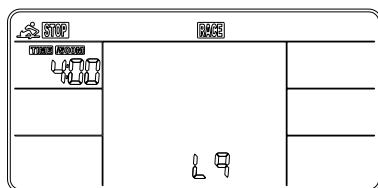

Fig. 5
**(2) RACE (CARRERA) (Fig. 5):**